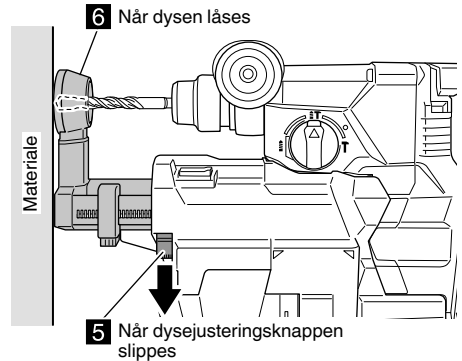

Fig. 7
- (4) Slipp dysejusteringsknapplåsen for å låse posisjonen til dysen. (Fig. 7)